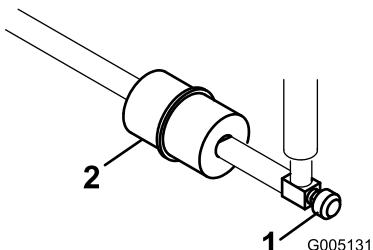

图45
内置式滤清器放置到油箱与化油器之间的燃油管内（图45）。确保滤清器上的箭头指向油箱外面。
1. 关闭燃油切断阀, 拧松滤清器化油器侧的软管夹, 然后从滤清器中取出燃油管线（图45）。
2. 在过滤器下面放置一个放油盘, 拧松剩余的软管夹, 然后拆下过滤器（图45）。